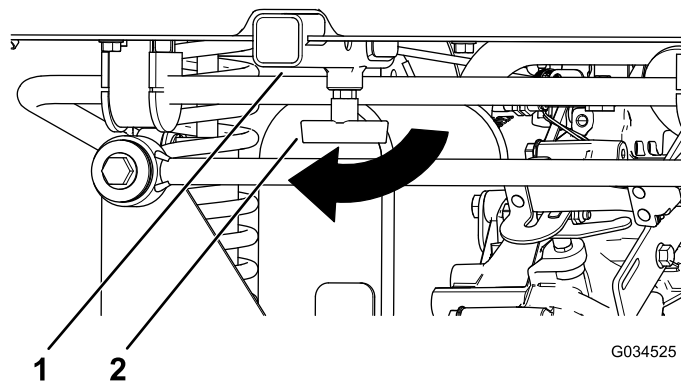

图 17
1. 顺时针旋转 T 形手柄松开手柄图 17。
2. 将配件插入接收器直至配件到达接收器端部图 17。